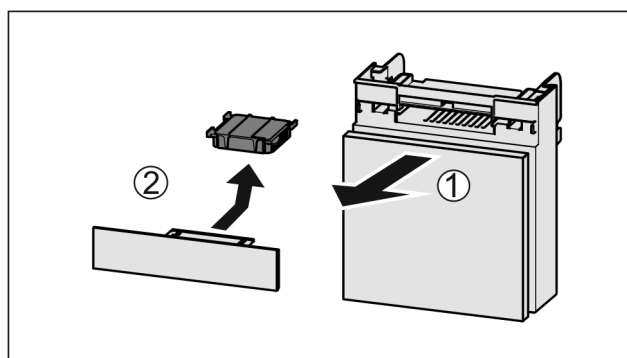

Fig. 193
- ▶ Pretinac izvucite Fig. 193 (1) prema naprijed.
- ▶ Izvadite filtat s aktivnim ugljenom Fig. 193 (2).